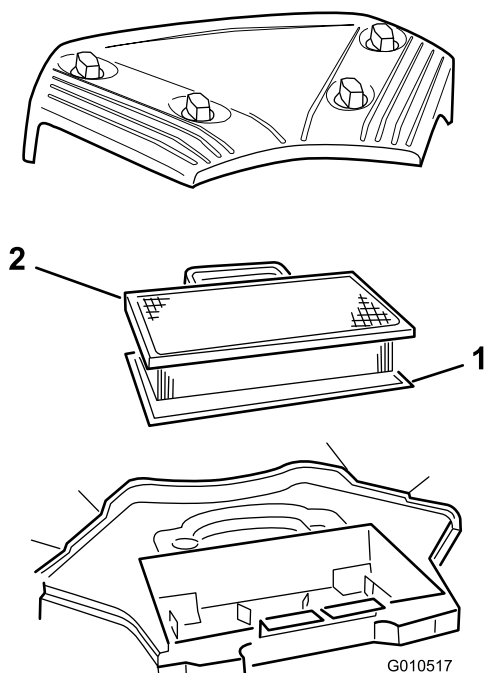

Bild 21
1. Handrad (4) 2. Luftfilterabdeckung
3. Nehmen Sie den Papiereinsatz und den Schaumeinsatz heraus (Bild 21).